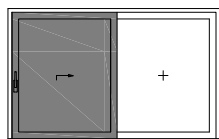

**Fig. 4** Preparazione all'incollaggio all'angolo dell'anta
6. Successivamente, incollare con la supercolla gli angoli di tenuta **M430** (una parte stampata a sinistra e una a destra) nella scanalatura della guarnizione sull'angolo dell'anta (Fig. 4).